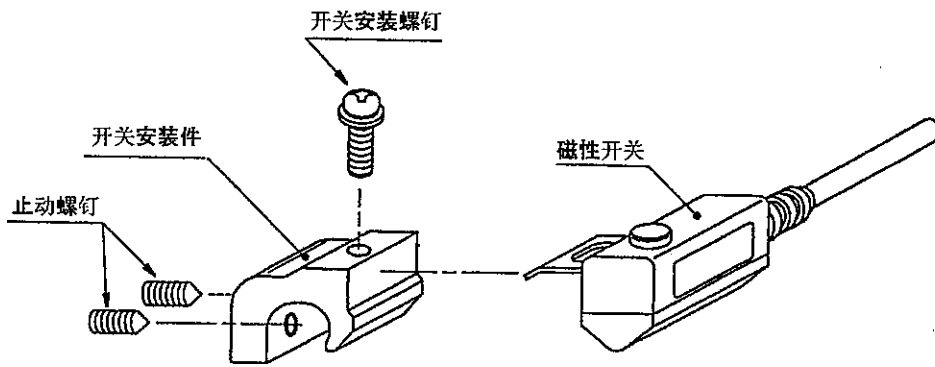

图 5
- ①如图 5 所示，用安装螺钉将磁性开关固定在安装件上，然后装着止动螺丝；